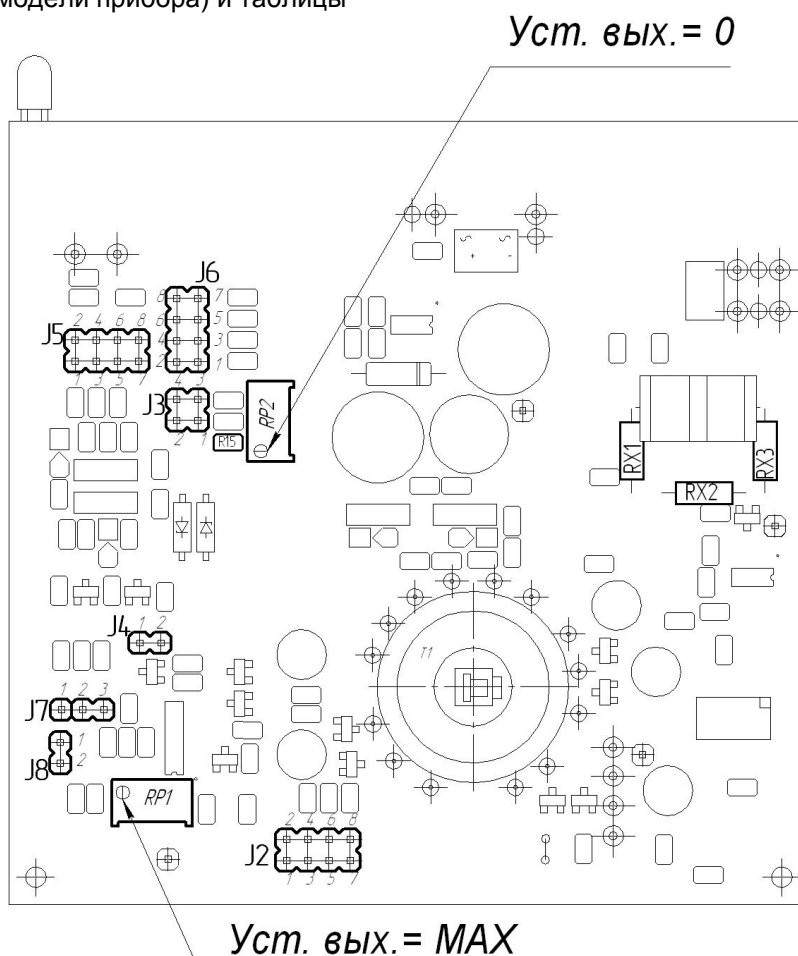

Рисунок 9.1 - Схема расположения органов регулирования и элементов настройки ПНС-2
9.5 Для переналадки блока на другие входные/выходные сигналы используйте рисунок 9.1 или 9.2 (в зависимости от модели прибора) и таблицы
9.5 Время преобразования для прибора ПНС-2 с заводской установкой равно 6 секундам - это максимальное время, необходимое для преобразования значения входного сигнала при резком его изменении (во весь диапазон шкалы - от 0% до 100% или наоборот). Если нужно перенастроить данное время нужно изменить положение переключателей J7 и J8 (см. рисунок 9.1) в соответствии с таблицей 9.3